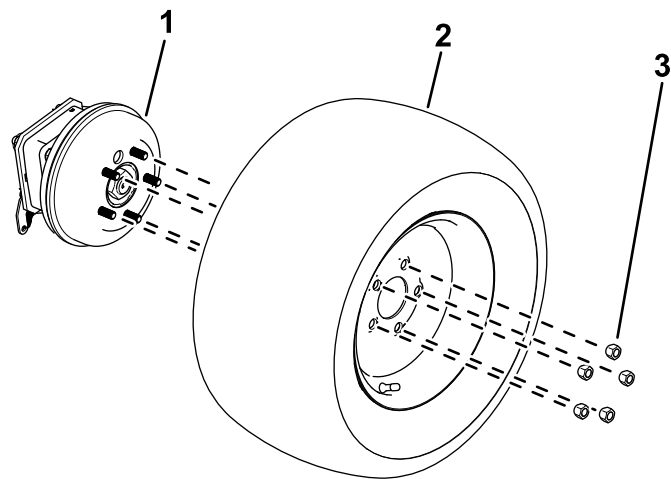

Figure 11
2. Desserrez et retirez les écrous de roue (Figure 11).
3. Déposez les roues des moyeux (Figure 11).
1. Fixez les roues sur les moyeux à l'aide des écrous de roues retirés précédemment (Figure 11).